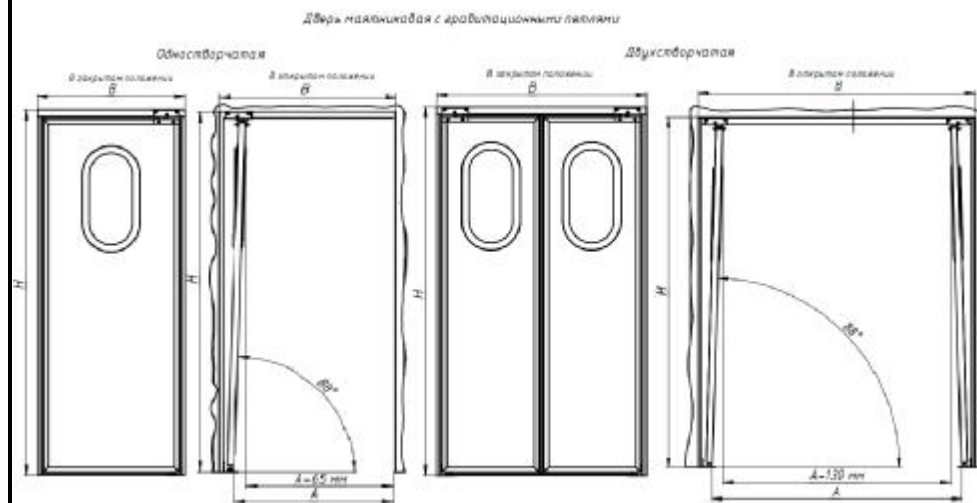

Рисунок 6
5. Порядок сборки и монтажа маятниковых дверей с гравитационными петлями (рис. 6).